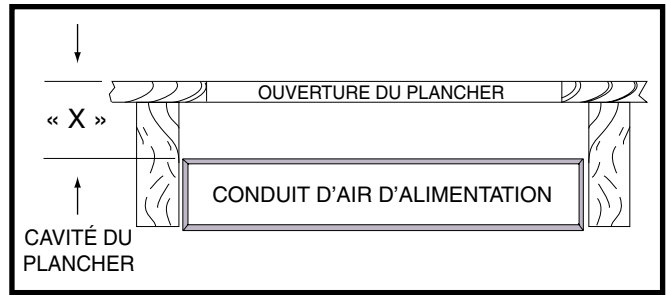

Figure 9. Cavité du plancher
4. Mesurez la distance entre le dessus du plancher et le dessus du conduit d'alimentation en air pour obtenir la profondeur de la cavité du plancher. **REMARQUE :** La profondeur de la cavité du plancher montrée en « X » dans la Figure 9 \(page 7\) déterminera le raccord de conduit qui convient.